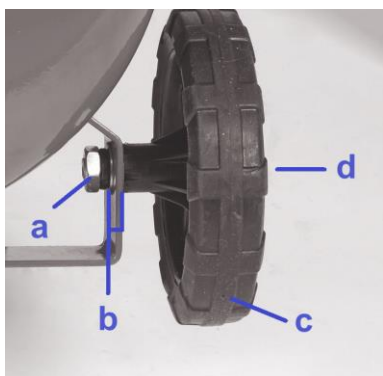

Fig. 2
- Montez la roue principale comme indiqué sur la Fig. 2.